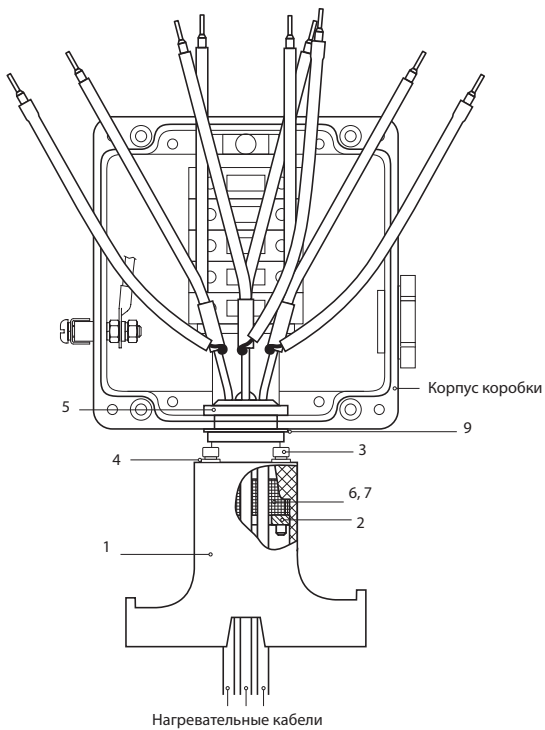

Рис. 1.
**Шаг 2.** Сверху на нагревательные кабели, собранные вместе, наденьте пластину УВК.0012 (поз. 2 на рис. 1) таким образом, чтобы скругленные края внутреннего отверстия пластины были обращены вниз.
**Шаг 3.** Поверх пластины наденьте уплотнение УВК.0015 (красный) (поз. 6 на рис. 1). Если в уплотнение вводится один, два или три нагревательных кабеля, свободные отверстия в уплотнении закройте заглушками УВК.0016 (красная) (позиция 7 на рис. 1).
**Шаг 4.** Наденьте на нагревательный кабель опору УВК.01.01 (поз. 1 на рис. 1).
**Шаг 6.** Вставьте в опору сверху четыре винта (размер под ключ 4 мм, поз. 3) с шайбами (поз.4 и 9), как показано на рис. 1, и закрутите их в пластину. Винты закручиваются с помощью ключа-шестигранника.
**Шаг 8.** После того, как на нагревательный кабель будут установлены комплекты заделок, сверху на опору наденьте кольцо прямоугольного сечения (поз. 9 на рис. 1).
**Шаг 10.** Зафиксируйте корпус коробки на опоре с помощью гайки ДЭСТУ.0002 (поз. 5 на рис. 1). Гайка закручивается с помощью ключа для круглых шлицевых гаек под внешний диаметр гайки от 45 мм до 52 мм.